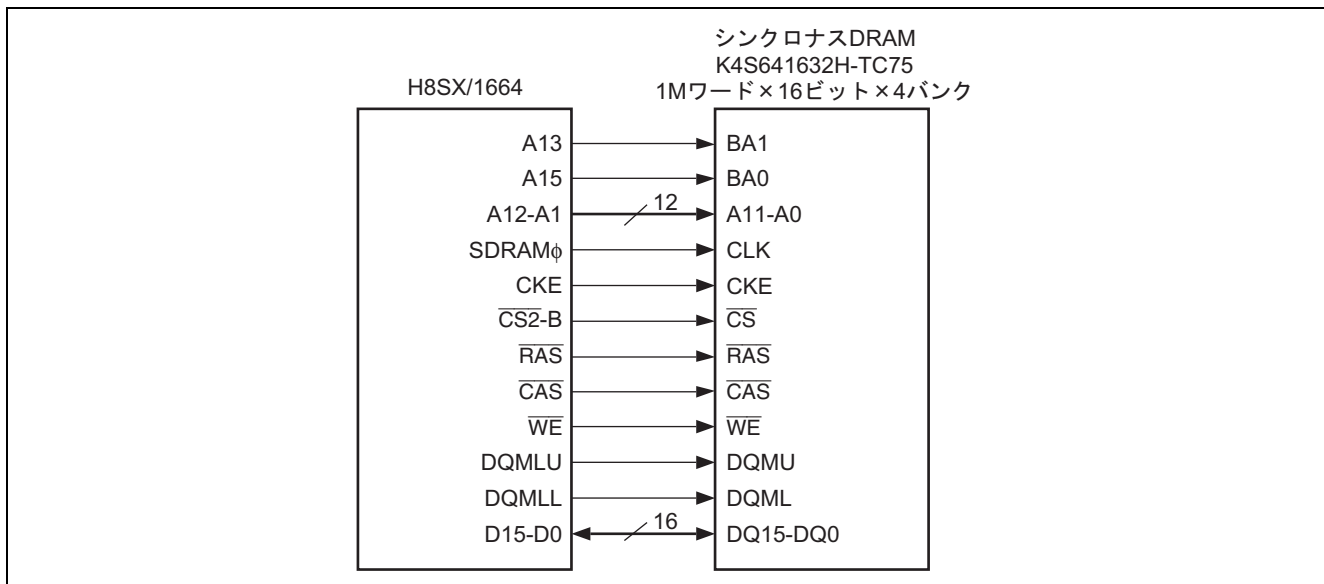

図 1 シンクロナス DRAM 接続回路例
- 図 1 にシンクロナス DRAM 接続回路例を示し、表 1 に本例で使用するシンクロナス DRAM の仕様を示します。